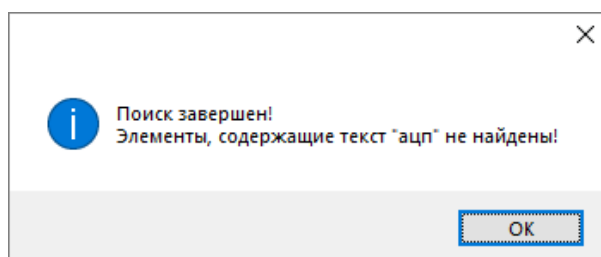

Рисунок 6-235 Уведомление о завершении поиска и отсутствии найденных параметров для опроса
- если в списке параметров для опроса нет параметров, наименование которых содержит введенное сочетание символов, то появится окно с соответствующим уведомлением (см. Рисунок 6-235) о завершении поиска и отсутствии найденных элементов.